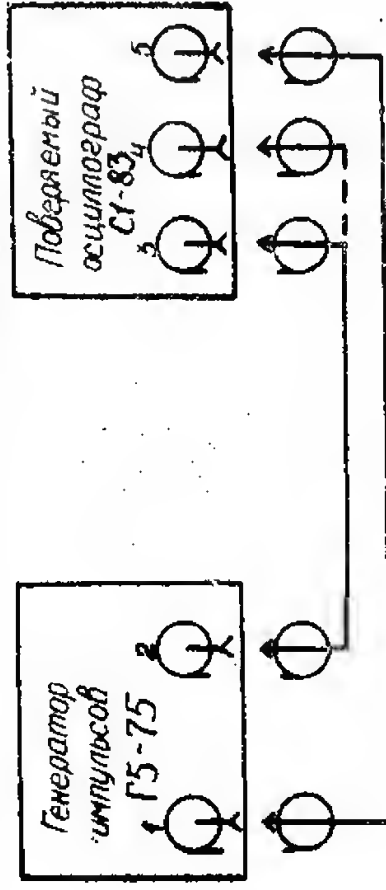

рис. 16.
14.3.2.3. Проверка работы органов регулировки коэффициентов развертки (рис. 16).